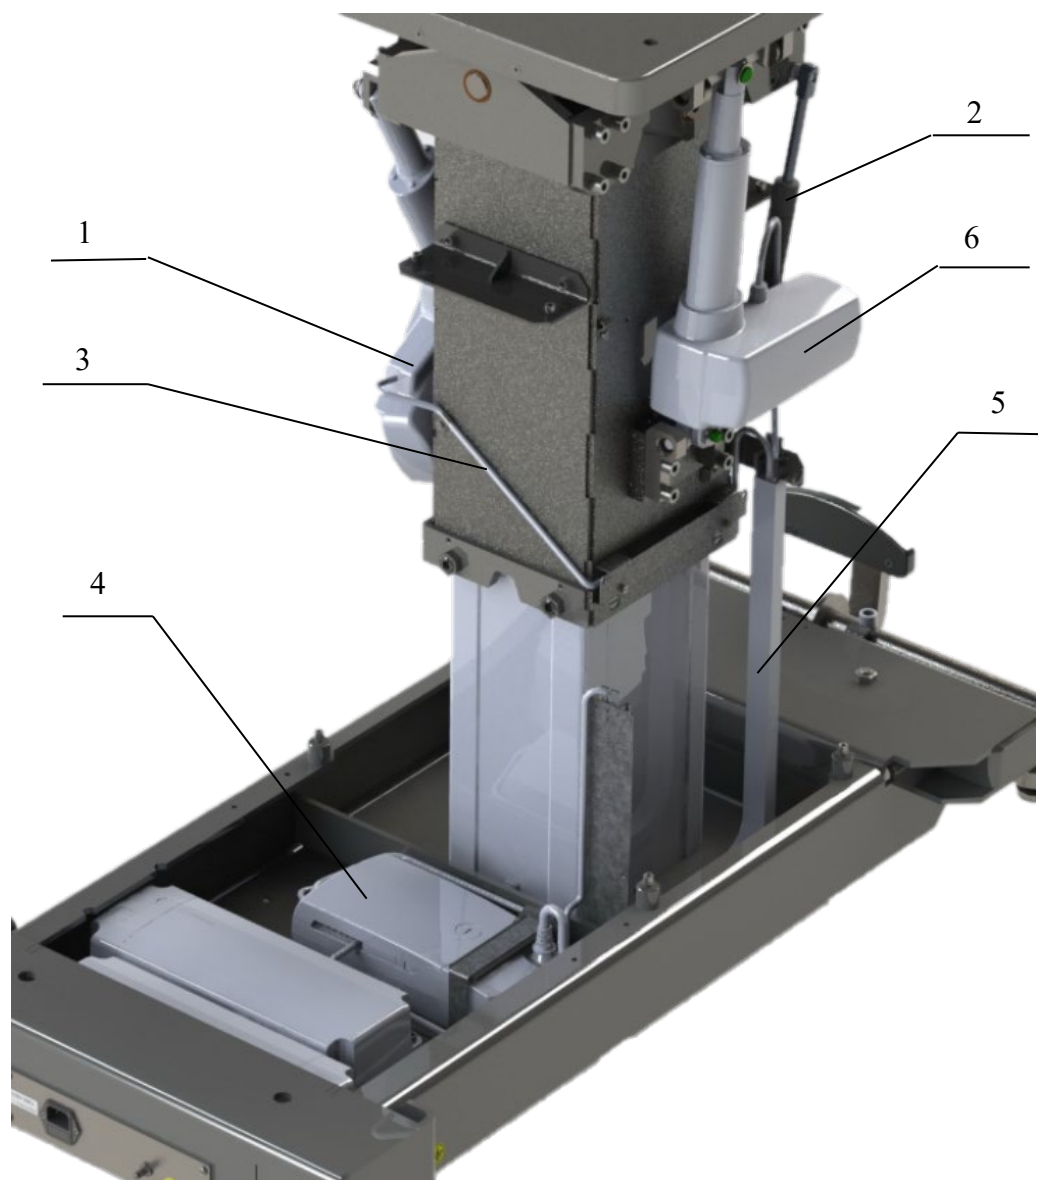

Рисунок 16. Замена электроприводов.
- отсоедините кабель 3 (Рисунок 16) от разъема блока управления 4 и извлеките его из кабелеукладчика 5;
Снятие и установка привода бокового наклона 6 (Рисунок 16) производится аналогично действиям, описанным в п. 12.6.1, за исключением того, что панель стола необходимо удерживать в боковом направлении.